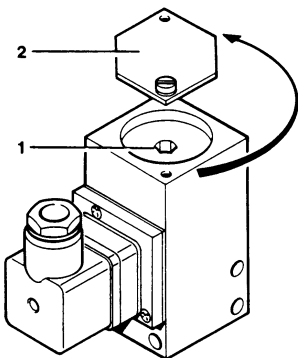

Abb. 49 Enddruckschalter
Der Druckschalter ist auf den Enddruck gem. Auftrag eingestellt. Falls eine Nachjustierung erforderlich werden sollte, Deckel (2, Abb. 49) öffnen und die Einstellschraube (1) mit einem 6-mm-Innensechskantschlüssel auf den erforderlichen Druck einstellen.